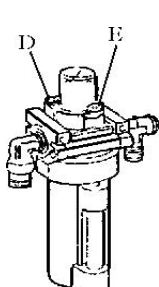

图 18
使用时,每次踩二下,滴一滴油,否则请用一字螺丝刀调节进油螺钉 (D)。(图 18)